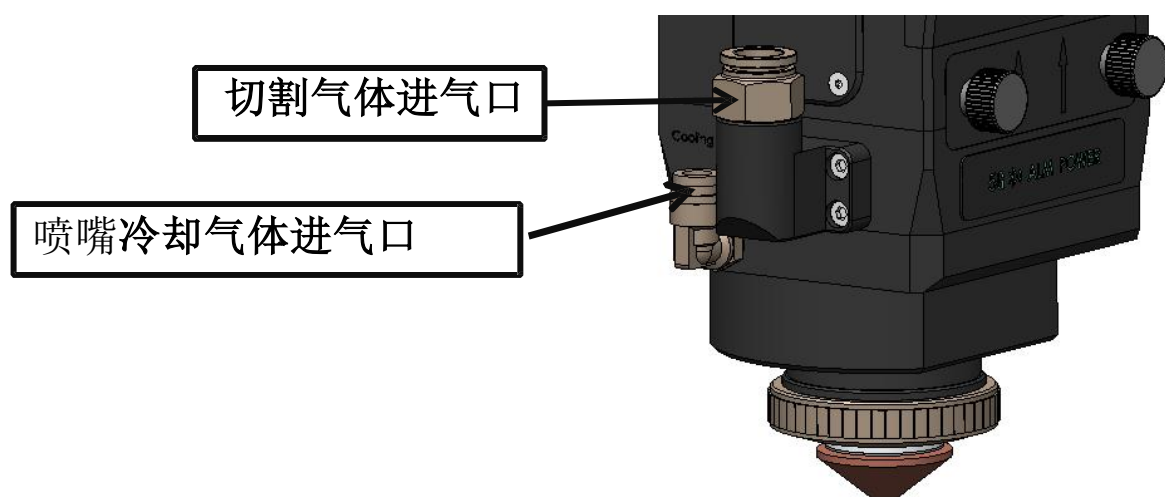

图1.1
8. 切割气体进气口：10mm气管接口，用于切割时切割气体的输入，如图1.1所示。
9. 冷却气体入口：6mm气管接口，用于切割时对喷嘴与陶瓷环的冷却，如图1.1所示。